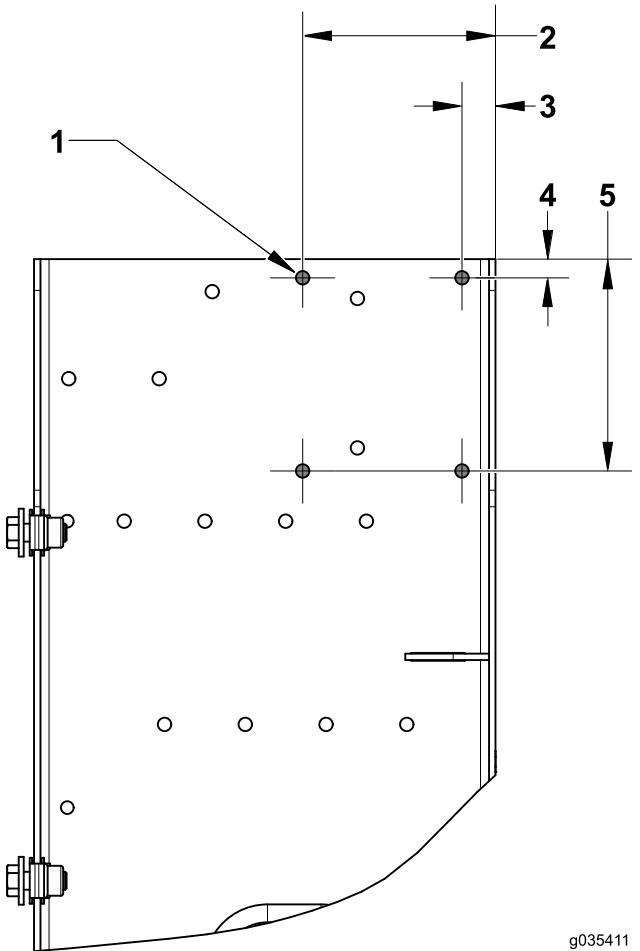

Figura 7
3. Localize e faça os furos seguintes para o transmissor (Figura 7).